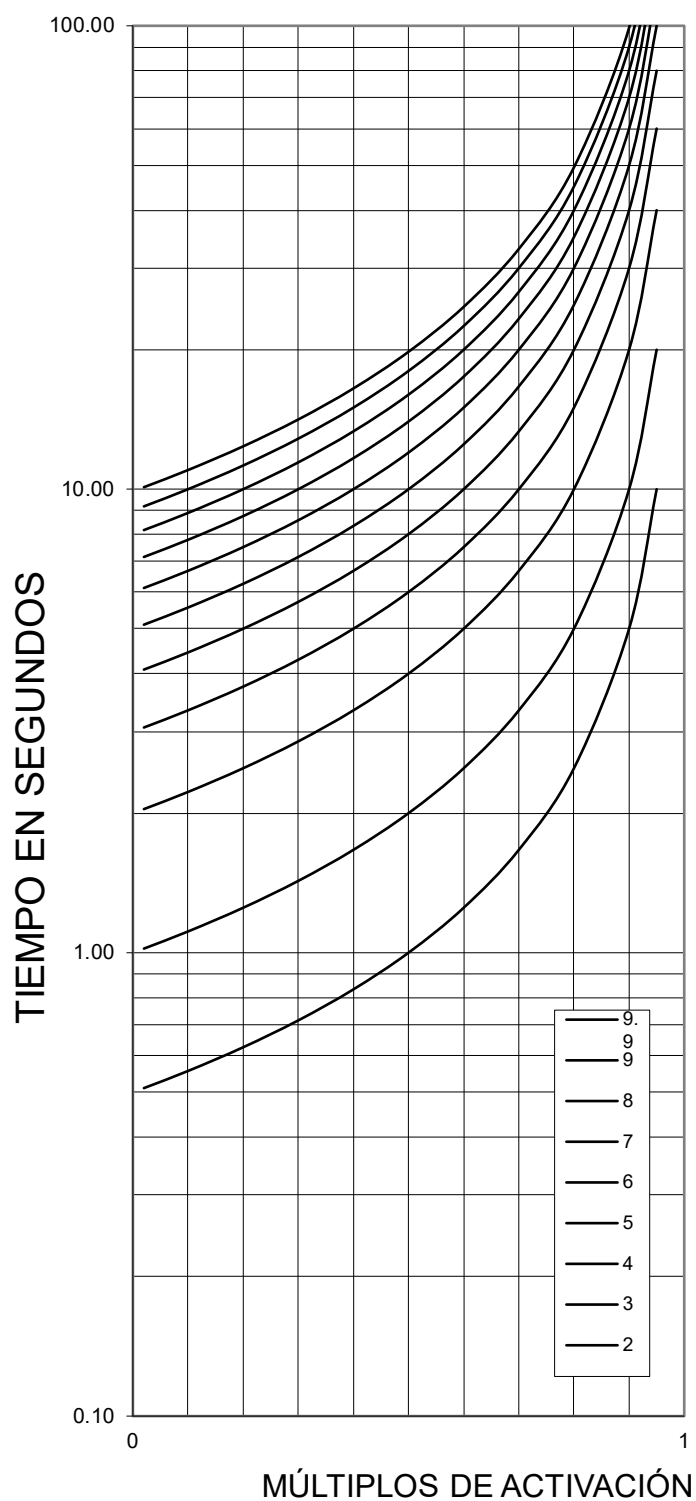
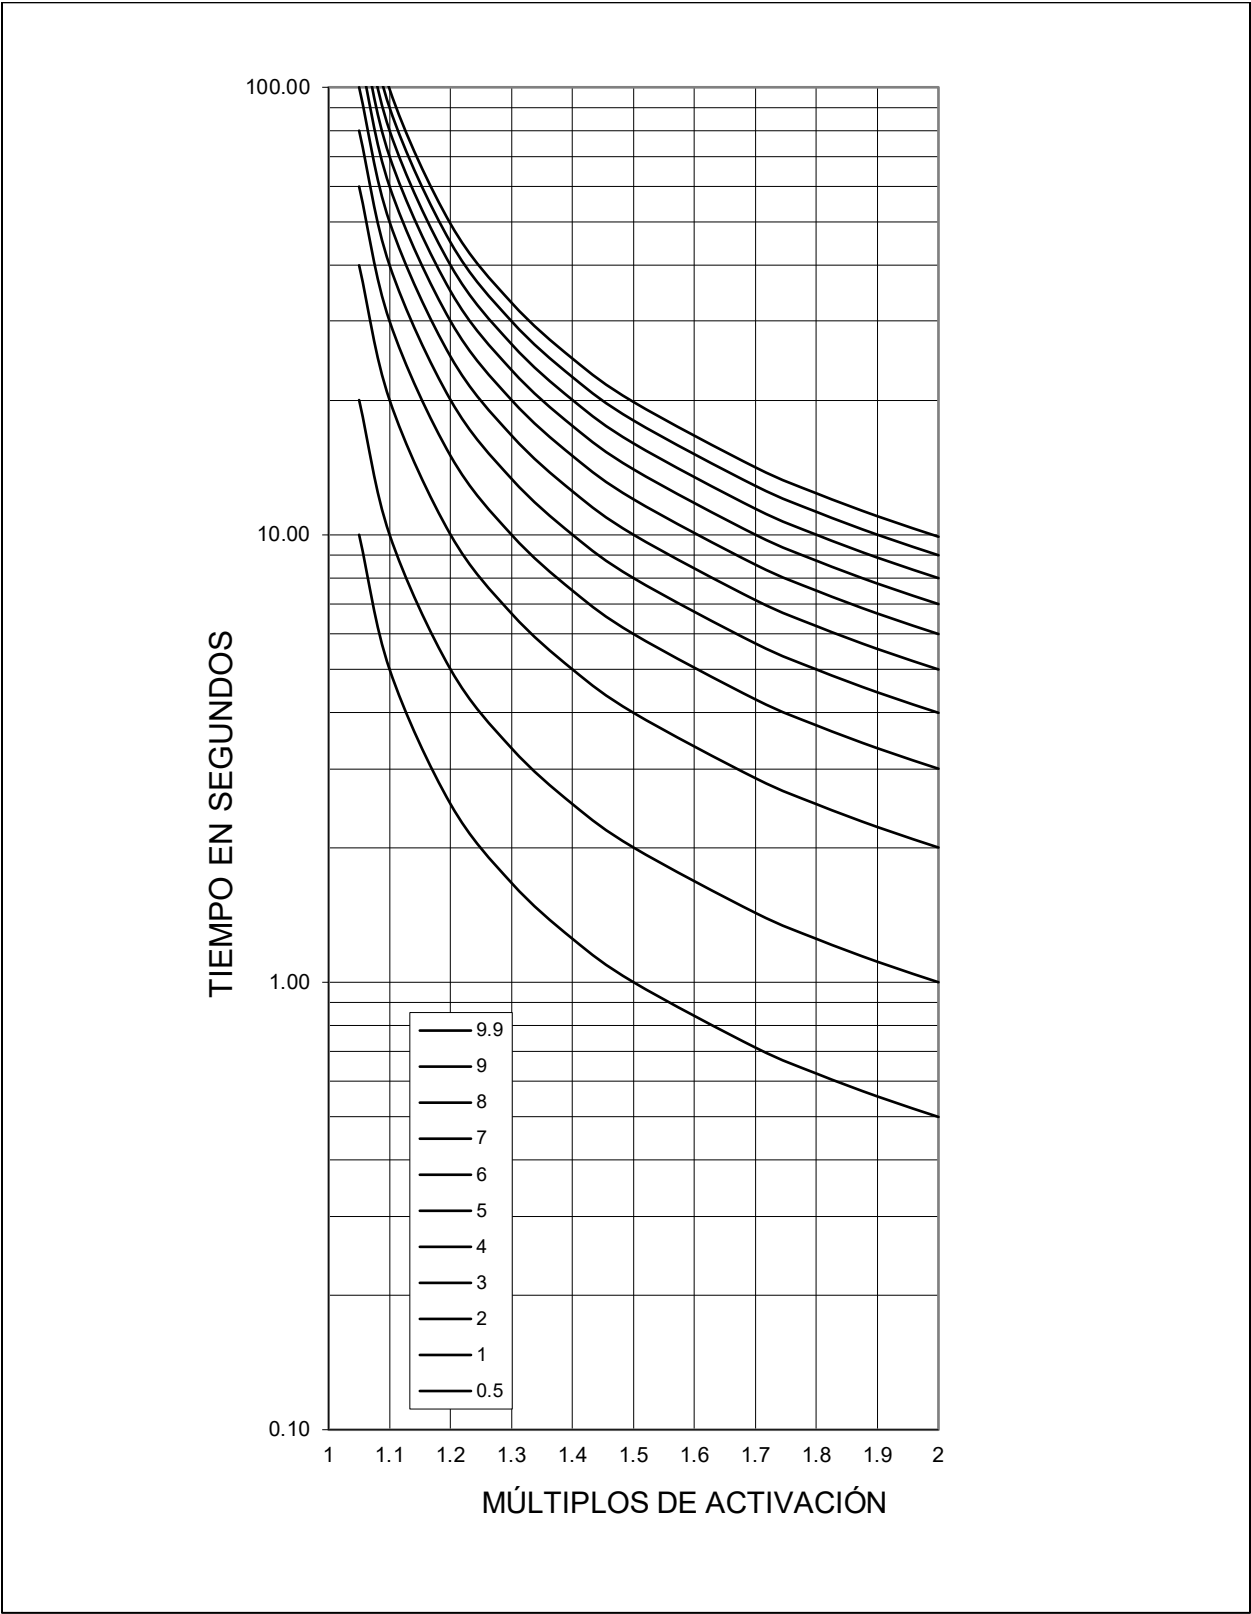
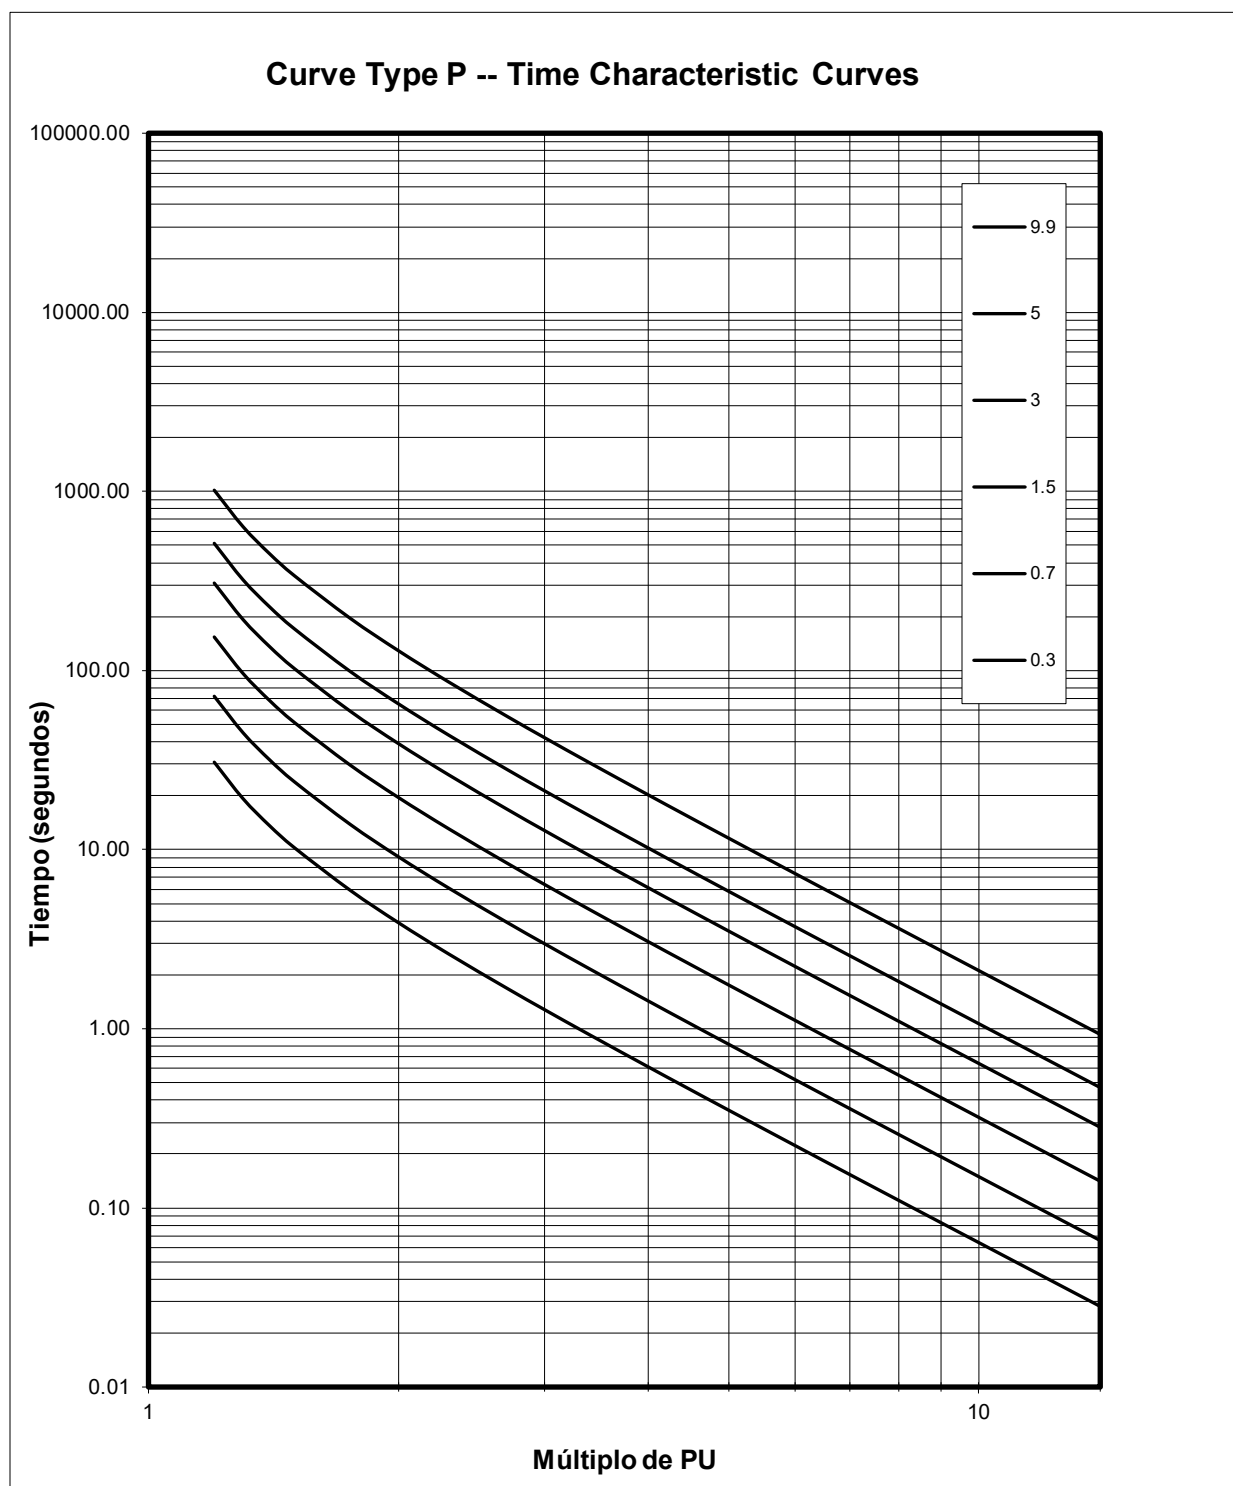

Figura 58-2. Curva de tiempo inverso de subtensión (27) (constantes predeterminadas)
Figura 58-3. Curva de tiempo inverso de sobretensión (59) (constantes predeterminadas)
Figura 58-4. Curva de tiempo inverso de sobretensión de CC (76) (constantes predeterminadas)
El BE1-FLEX ofrece múltiples métodos de cronometraje inverso. Las curvas de sobrecorriente inversa estándar son seleccionables. Además, se pueden crear curvas programables (P) y curvas de tabla (T) definidas por el usuario para elementos de sobre y sub, tensión y corriente CA y CC (27, 51, 59 y 76). Las curvas de ajuste predeterminadas se muestran a continuación en Figura 58-2, Figura 58-3, y Figura 58-4.